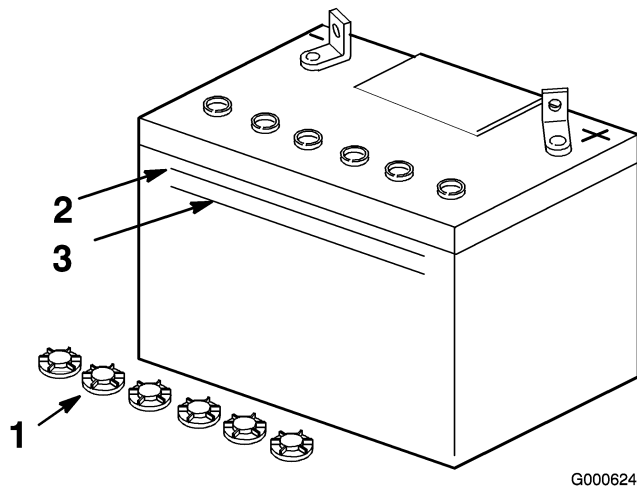

Bild 46
3. Entfernen Sie die Entlüftungsdeckel von der Batterie (Bild 46).
4. Gießen Sie langsam destilliertes Wasser in jede Batteriezelle, bis der Säurestand die obere Linie (Bild 46) am Batteriegehäuse erreicht.
5. Warten Sie nach dem Füllen der Batteriezellen fünf bis zehn Minuten. Gießen Sie bei Bedarf destilliertes Wasser in jede Batteriezelle, bis der Säurestand die obere Linie (Bild 46) am Batteriegehäuse erreicht.